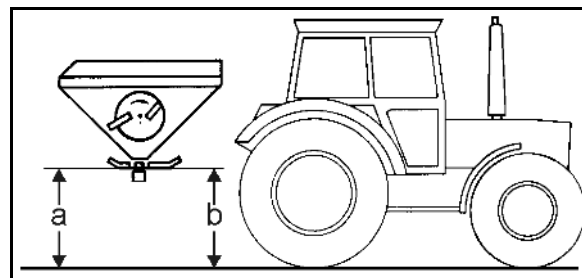

Fig. 61
Las palas de dispersión cortas van provistas de aletas oscilantes (Fig. 61/1) que se ajustan sin necesidad de herramientas y que permiten realizar el abonado de cobertera hasta una altura de cultivo de 1 m **sin** ningún dispositivo adicional.
3. Orientar las alas (Fig. 61/1) de las palas esparcidoras a la posición deseada de abonado básico o tardío.